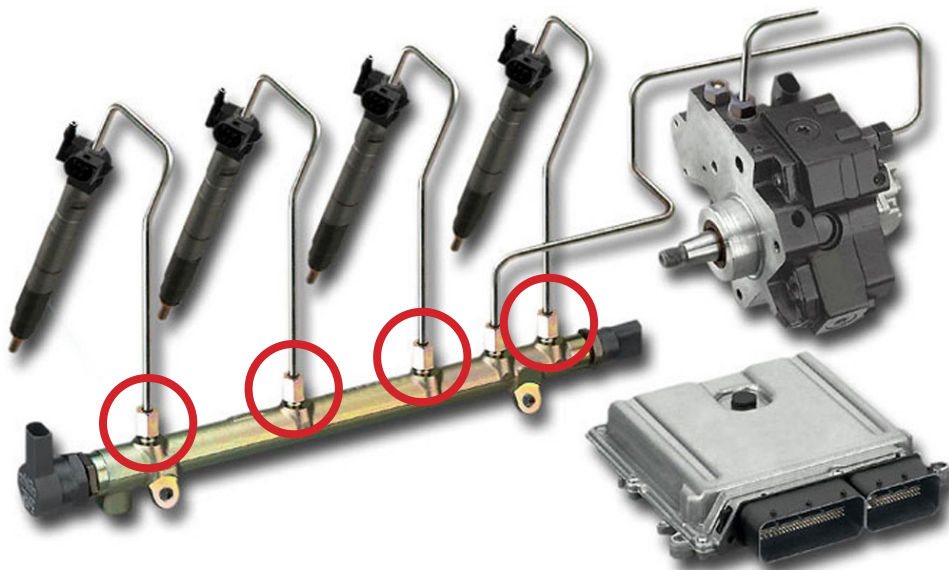

Fig. 4
2. Koppla bort röret som går från railen till inspridardysorna. (Se fig. 4).